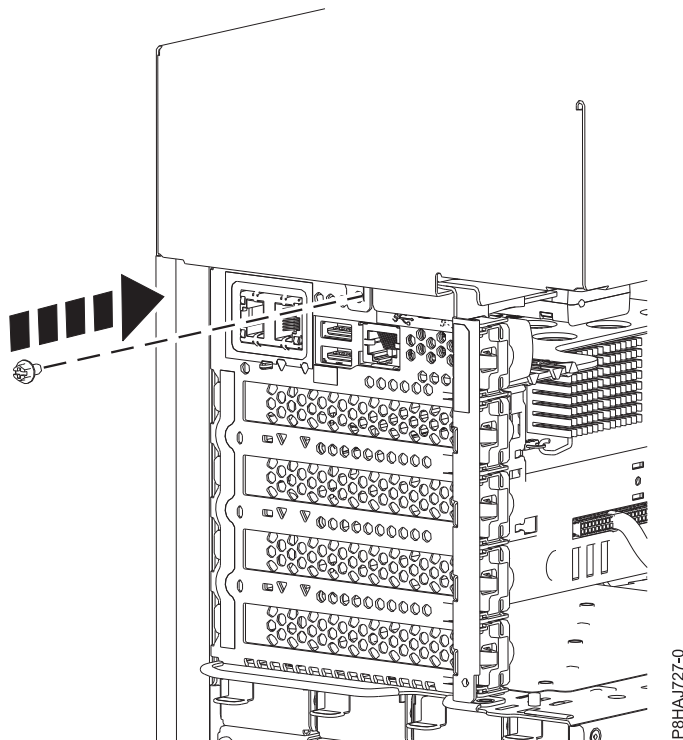

Figura 19. Colocación del tornillo de la cubierta lateral de 8286-41A
5. Ponga el tornillo posterior de la cubierta lateral con un destornillador de estrella, tal como se muestra en la Figura 19 en la página 36.